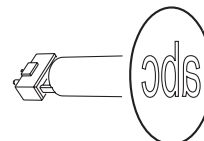
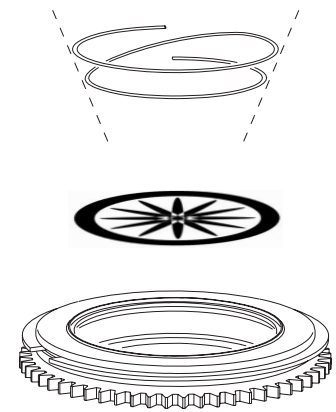

Figura 11. Orientación correcta de gobos
Figura 12: Portagobos rotativo
Las orientaciones que se muestran en la Figura 11 son los correctos en la mayoría de casos, pero deberá consultar con Martin o su proveedor de gobos si tiene cualquier duda sobre la orientación de los mismos.
4. Insertar el nuevo gobo en el portagobos orientándolo con la cara que mira hacia la lámpara hacia arriba, hacia el muelle. (ver Figura 11 y Figura 12).
5. Insertar el muelle con el extremo más estrecho contra el gobo, tal y como muestra la Figura 12. Para identificar cuál es el extremo más estrecho, presionar el muelle sobre una superficie plana, siendo la parte plana la que queda en el interior. Presionar e introducir el extremo del muelle en la ranura del portagobos.
4. Para insertar el nuevo gobo orientar el gobo tal y como muestra la Figura 11 situando sus bordes bajo el muelle de retención. Verificar que el gobo está perfectamente centrado en la apertura.